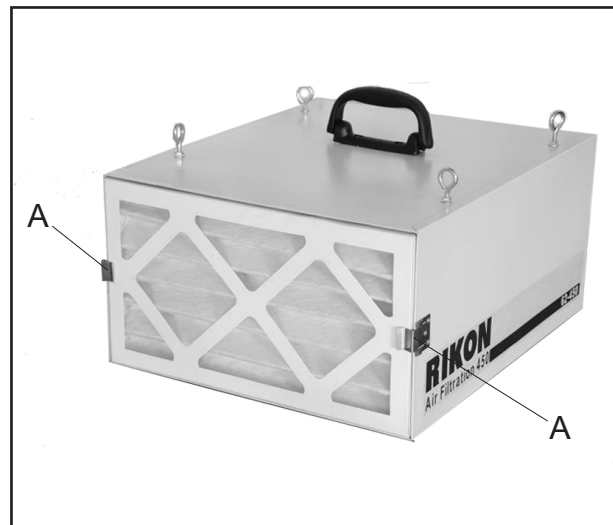
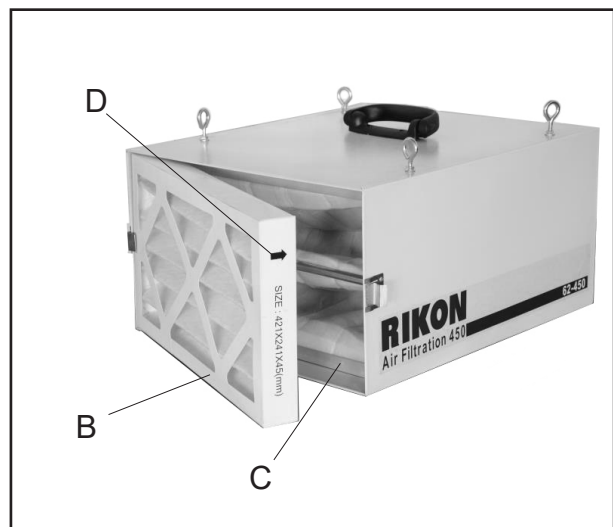

Figure.10
Figure.11
Modifier les filtres (Fig.10 et 11)
1. Soulevez les deux clips Fig.10, (A) à gauche et à droite de l'armoire et retirez le filtre extérieur Fig.11, (B) du boîtier de l'armoire.
2. Sortez le filtre intérieur Fig.11, (C) hors de l'armoire.
4. Installez un nouveau filtre extérieur. La flèche à l'extérieur du filtre indique la bonne direction pour insérer le filtre dans l'armoire. Fig.11, (D)
5. Verrouillez les clips Fig.10, (A) à gauche et à droite de l'armoire.